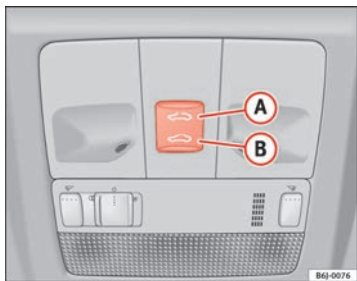

Abb. 49 Panoramadach / Ausstelldach
- Wird der Taster **B** ⇒ Abb. 49 ⇒ ⚠ betätigt und betätigt gehalten, führt das Dach die Schließbewegung aus, bis der Taster wieder losgelassen wird.